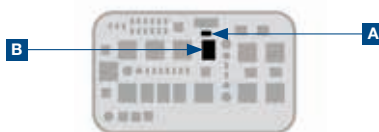

Figure 6
- 22 Insérez le relais (B) et le fusible (A) (**figure 6**)